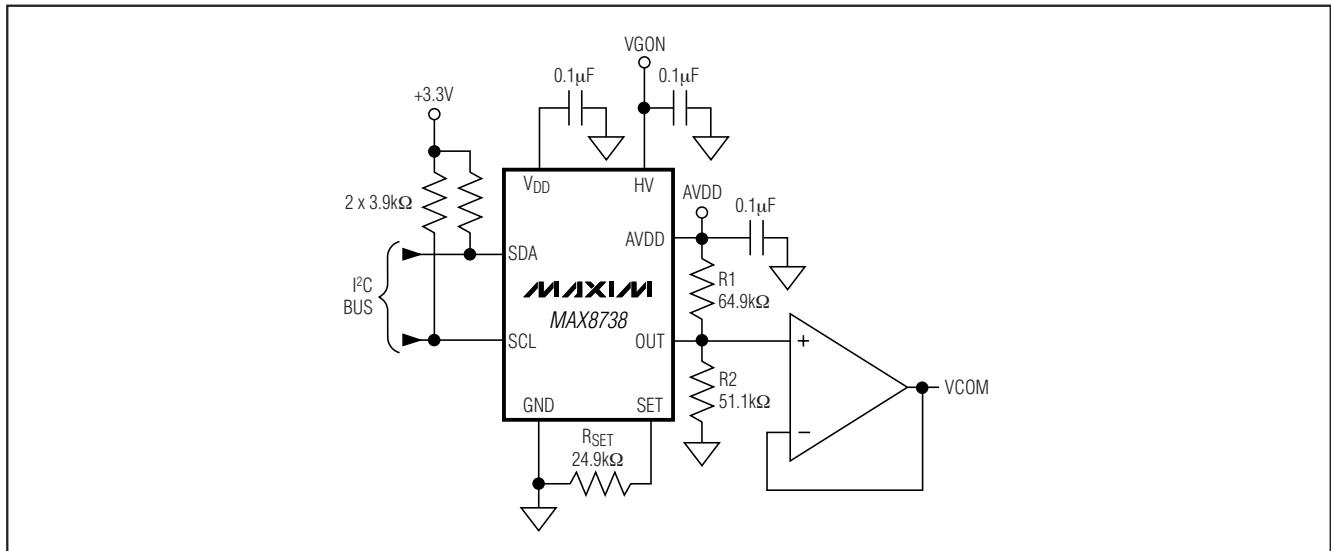
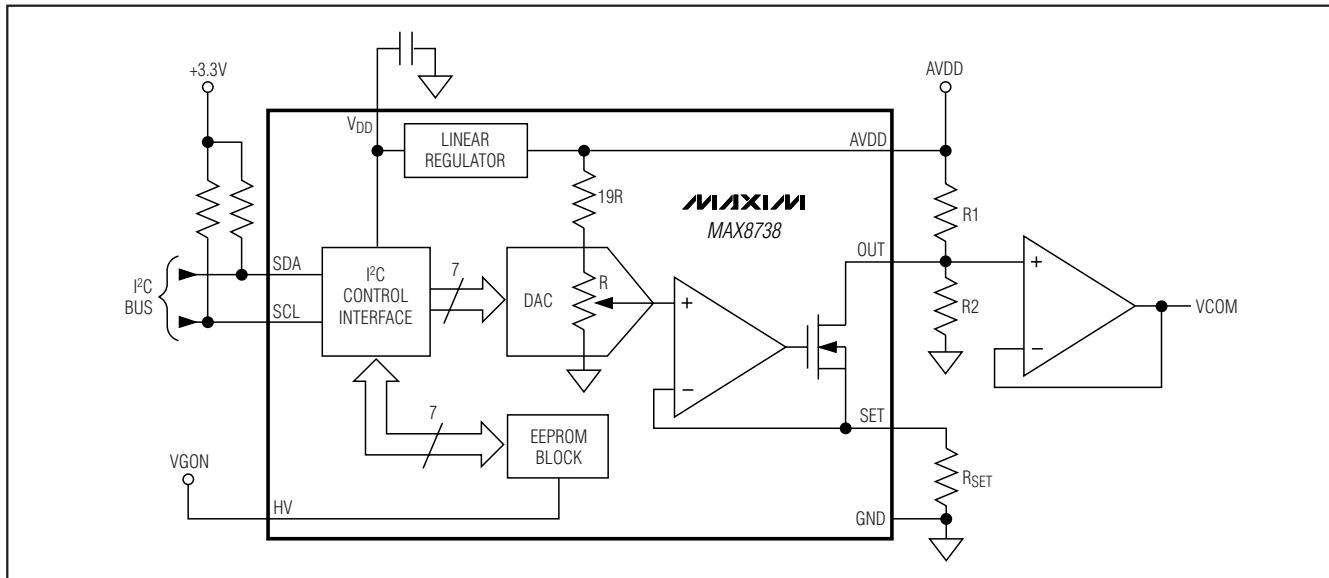

图2. 标准应用电路
图3. 简化功能框图
MAX8738是固态电位器，可以替换机械电位器，用来调节TFT LCD显示器的LCD背板电压(VCOM)。MAX8738连接一个外部电阻分压器，并吸收可编程电流(I_{OUT})，用来设置VCOM电压(见图2)。由内部7位DAC控制吸入电流，允许用户提高或降低VCOM电压(见图3)。DAC输出与 V_{AVDD} 成比例，并在整个工作范围内保证单调。用户可将DAC的设定值存储在内部EEPROM中。上电时，EEPROM将DAC预置到上一次的存储值。通过LCD面板与编程电路之间的2线I²C接口调节DAC，并对EEPROM进行编程。
- 1) 将VCOM缓冲器和R1/R2组成的分压器靠近OUT引脚放置(见图2)。